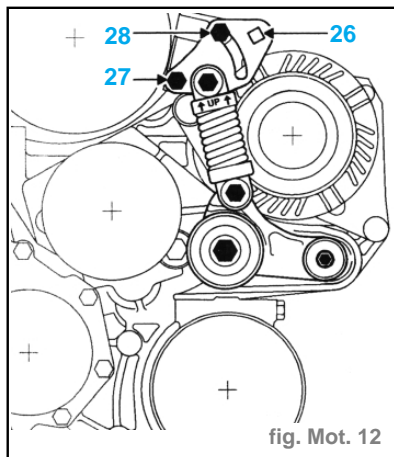

fig. Mot. 12
- Tolérance mini = repère (4)
- Tolérance maxi = repère (5)
- Reposer la plaque (26) sur son support sans bloquer les vis (27 et 28). (fig. Mot. 12)
- Mettre en tension la courroie en amenant la plaque du tendeur automatique en butée sur la vis (28), sans forcer, à l'aide d'un carré de **9,53 mm**.
- Serrer les vis (27 et 28). (fig. Mot. 12)